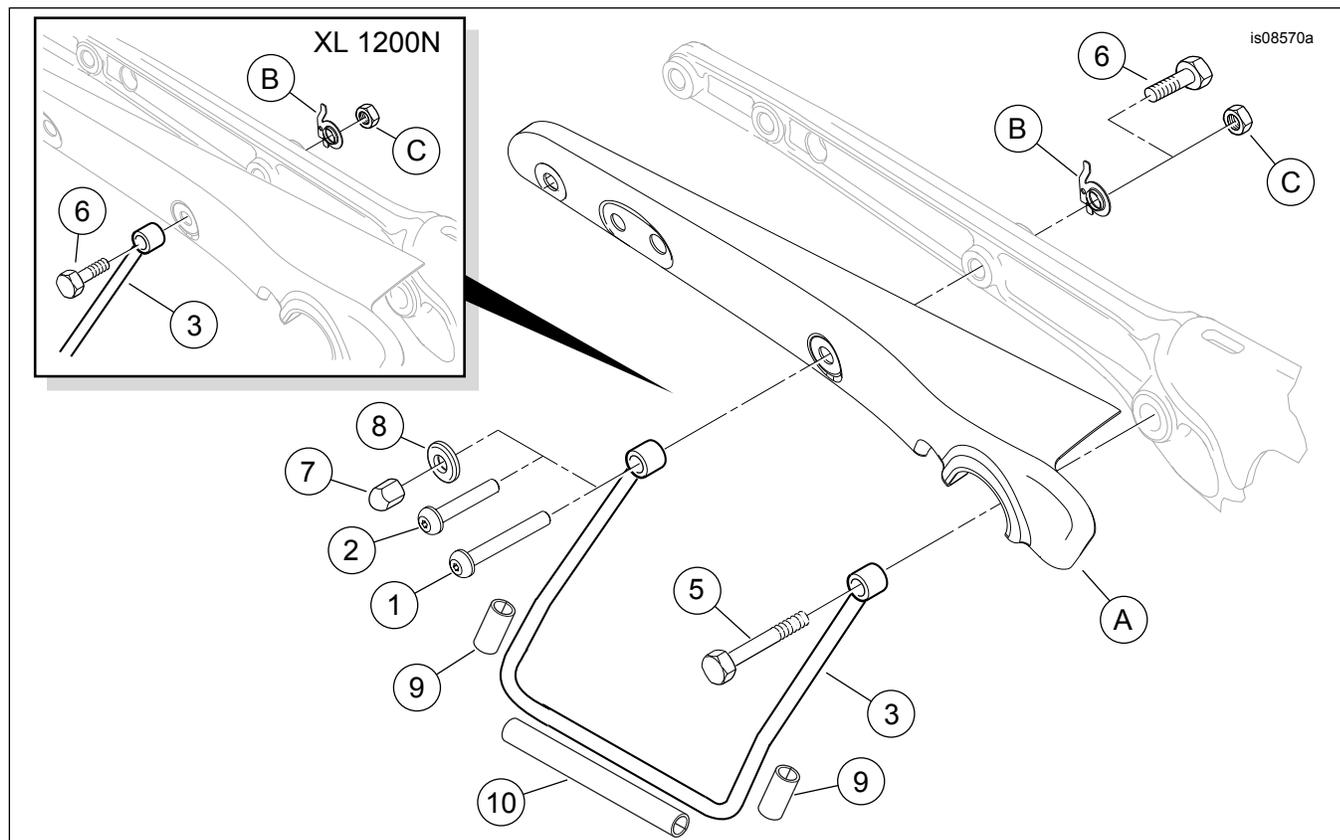

Figura 3. Parti di ricambio, kit sostegni per borse
Vedere Figura 3 e Tabella 1.
4. Vedere la Figura 3. Posizionare la staffa di sostegno (3) con il foro di montaggio anteriore sul prigioniero dell'ammortizzatore e quello posteriore sul foro nel sostegno del parafrangente.
- **Modelli 2000-2003 con piastre laterali dello schienalino**, utilizzare il bullone lungo da 73 mm (2-7/8 in) (1) del kit e il dado (C) rimosso al punto 3.
- **Modelli 2000-2003 senza piastre laterali dello schienalino**, utilizzare il bullone lungo da 70 mm (2-3/4 in) (2) del kit e il dado (C) rimosso al punto 3.
- **Modelli 2004 e successivi eccetto XL1200N**, usare la vite lunga da 83 mm (3-1/4 in) (6), il distanziale (8) e il dado cieco di bloccaggio (7) del kit.
- **Modelli XL1200N**, utilizzare la vite lunga da 83 mm (3-1/4 in) (6) del kit e il dado (C) rimosso al punto 3.
5. **Modelli 2000-2003**, installare il sostegno della borsa nel veicolo inserendo il bullone corretto (1 o 2) attraverso il foro di montaggio del sostegno posteriore, il coperchio del sostegno del parafrangente posteriore, il longherone del telaio di sostegno del parafrangente, il parafrangente posteriore e la staffa di fissaggio dei fili. Serrare con il dado rimosso al punto 3. Serrare a 10,8–17,6 N·m (96–156 in-lbs). **Modelli 2004 e successivi ECCECETO XL1200N**, installare il sostegno della borsa nel veicolo inserendo il bullone (6) attraverso la staffa di fissaggio dei fili, il parafrangente posteriore, il longherone del telaio di sostegno del parafrangente, il coperchio di sostegno del parafrangente posteriore e il foro di montaggio di sostegno della borsa posteriore. Posizionare la rondella del distanziale (8) sulle filettature. Installare il dado cieco di bloccaggio (7). Serrare a 10,8–17,6 N·m (96–156 in-lbs). **Modelli XL1200N**, installare il sostegno della borsa nel veicolo inserendo il bullone (6) attraverso il foro di montaggio del sostegno posteriore, il coperchio del sostegno del parafrangente posteriore, il longherone del telaio di sostegno del parafrangente, il parafrangente posteriore e la staffa di fissaggio dei fili. Serrare con il dado rimosso al punto 3. Serrare a 10,8–17,6 N·m (96–156 in-lbs).
6. Fissare la parte anteriore della staffa di sostegno della borsa. Fissare l'attacco superiore dell'ammortizzatore, mediante la vite a testa esagonale da 1/2-13 (5) del kit. Serrare la vite a 61–68 N·m (45–50 ft-lbs).